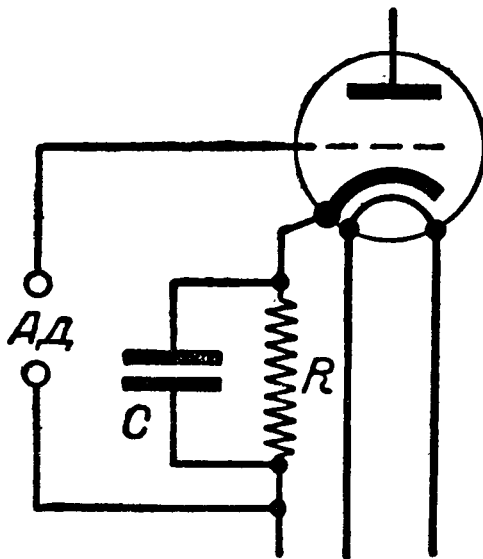

Рис. 2
**ОТВЕТ.** В прежних конструкциях приемников адаптер включался в сетку и непосредственно в катод (рис. 2). Такое